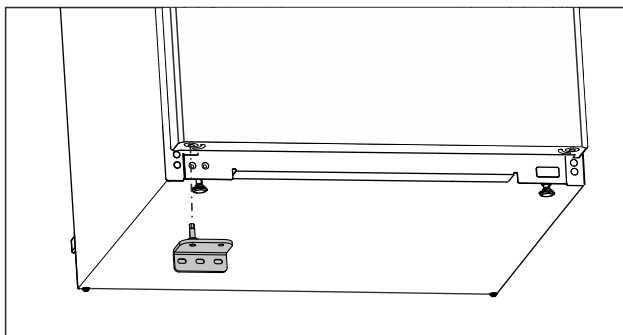

Fig. 16
- ▶ Plaats de onderste lagersteun aan de tegenoverliggende kant. (zie Fig. 16)